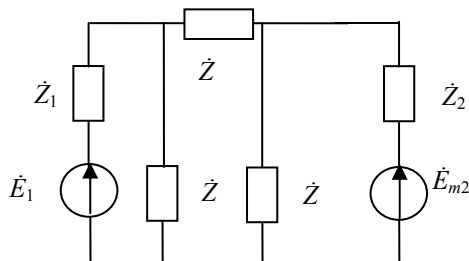

Рис. 3.17
3.2.5. Методом эквивалентного генератора напряжения определить действующее значение тока в ветви с  $Z_5$  (рис. 3.17), если